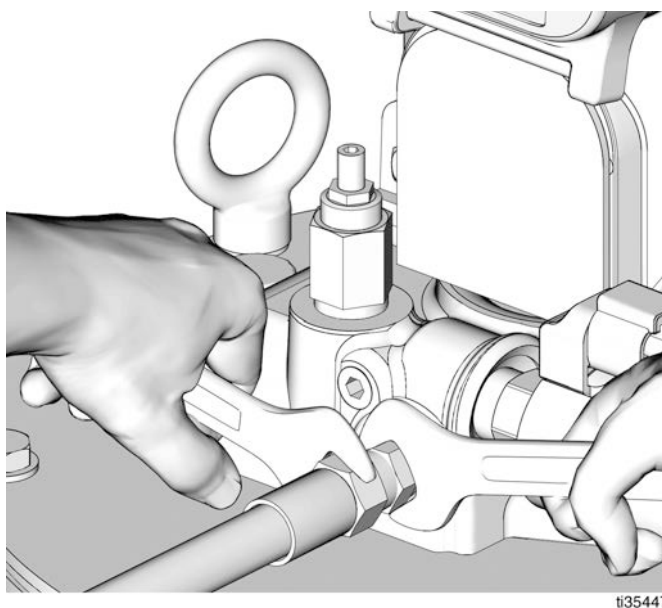

FIG. 1
Pour relâcher la pression du système, utilisez deux clés tournant dans des directions opposées sur le raccord de sortie de la pompe pour desserrer lentement le raccord uniquement jusqu'à ce que le lubrifiant ou l'air ne s'échappe plus du raccord (FIG. 1).
9. Utilisez deux clés tournant dans des directions opposées sur le raccord de sortie de la pompe pour le serrer (FIG. 1).